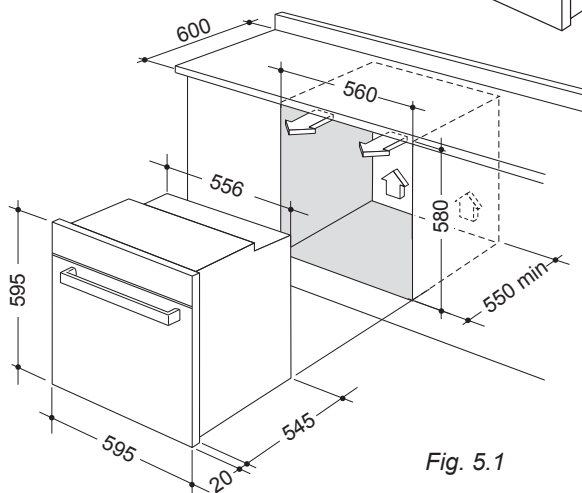

Fig. 5.1
- Per l'installazione è necessario creare un vano come illustrato nelle figure 5.1 e 5.2. La base del forno deve essere fatta appoggiare su dei supporti resistenti al peso.
È molto importante assicurare la necessaria ventilazione interna, creando dei canali di aerazione come illustrato nelle figure 5.1 e 5.2.